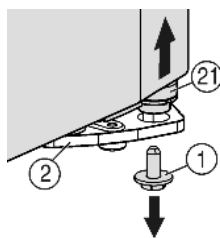
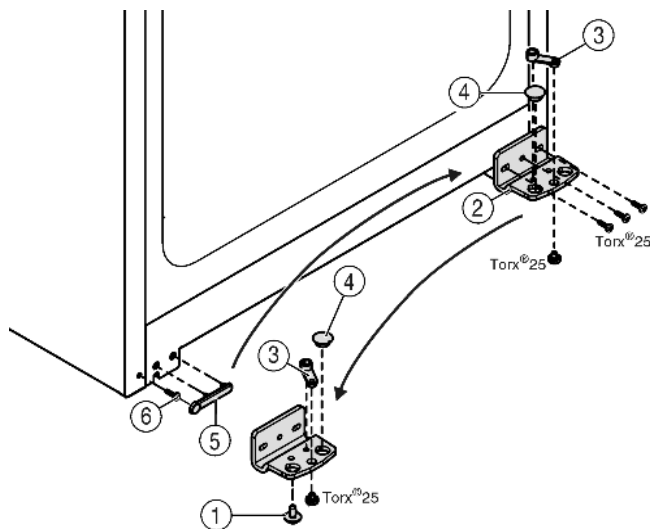

Fig. 4
Fig. 5
- ▶ Внизу справа на опорном кронштейне выкрутите фиксирующий винт Fig. 4 (1).
- ▶ Опорный палец Fig. 4 (21) можно извлечь из опорного кронштейна Fig. 5 (2).
- ▶ Если не удается извлечь опорный палец Fig. 4 (21), нажмите на него снизу.
- ▶ Открутите опорный кронштейн Fig. 5 (2).
- ▶ Открутите опорную деталь Fig. 5 (3) и, переставив в отверстие на противоположной стороне опорного кронштейна, снова прикрутите.
- ▶ Извлеките заглушку Fig. 5 (4) из опорного кронштейна и переставьте ее в отверстие на противоположной стороне опорного кронштейна.
- ▶ Осторожно снимите крышку со стороны ручки Fig. 5 (5).
- ▶ Выкрутите болт Fig. 5 (6) и вкрутите на противоположной стороне.
- ▶ Снова установите крышку Fig. 5 (5).
- ▶ Снова прикрутите опорный кронштейн Fig. 5 (2) на новой стороне шарнира (с моментом 4 Нм). При необходимости используйте аккумуляторный шуруповерт.
- ▶ Вкрутите фиксирующий винт *Fig. 4 (1)* внизу в опорный палец и затяните (с моментом 4 Нм).